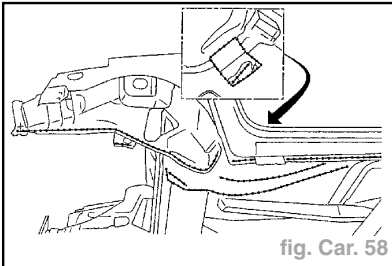

fig. Car. 58
- Préparer les bords d'accostage et les protéger par un apprêt soudable (fig. Car. 58).